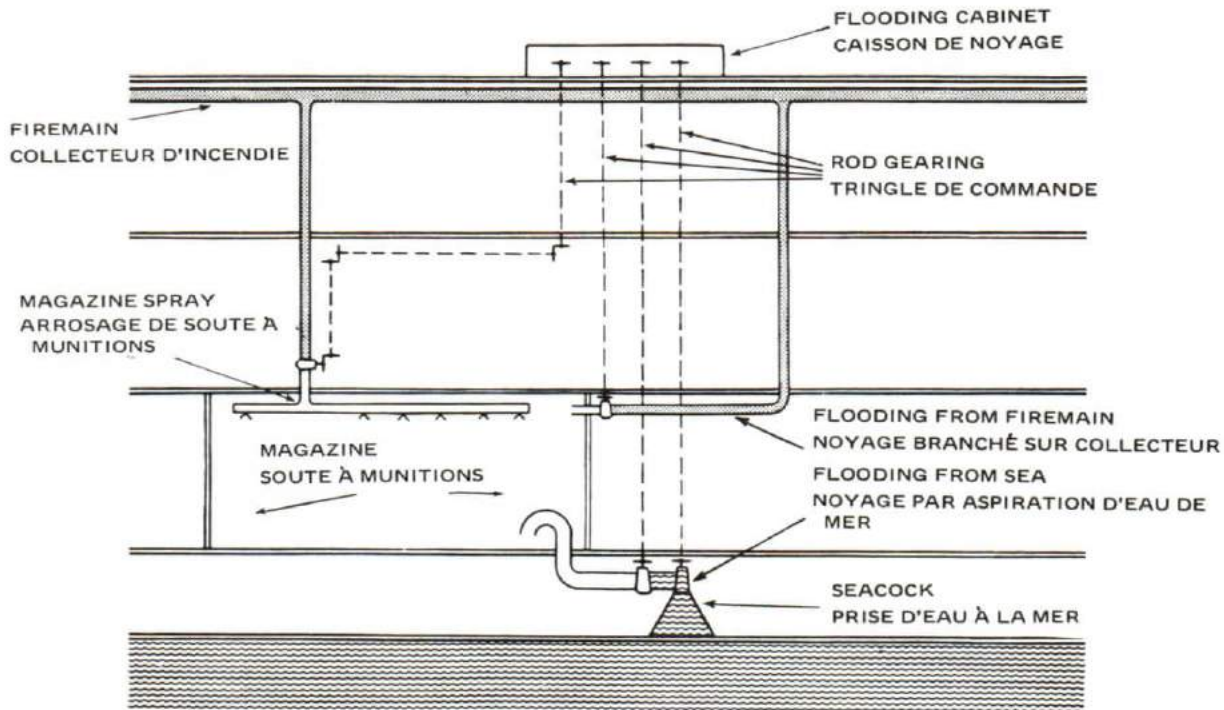

Figure 8-71
2. Magazine Flood and Spray - As an additional safeguard, magazines are fitted with flooding and spraying systems. In our later ships these are both supplied from the firemain. See Figure 8-71.
2. Le noyage et l'arrosage des soutes. Par mesure de sécurité additionnelle, les soutes à munitions sont munies d'un système de noyage et d'arrosage. Dans les navires de modèle récent, le collecteur d'incendie assure l'alimentation du système (voir la figure 8-71).